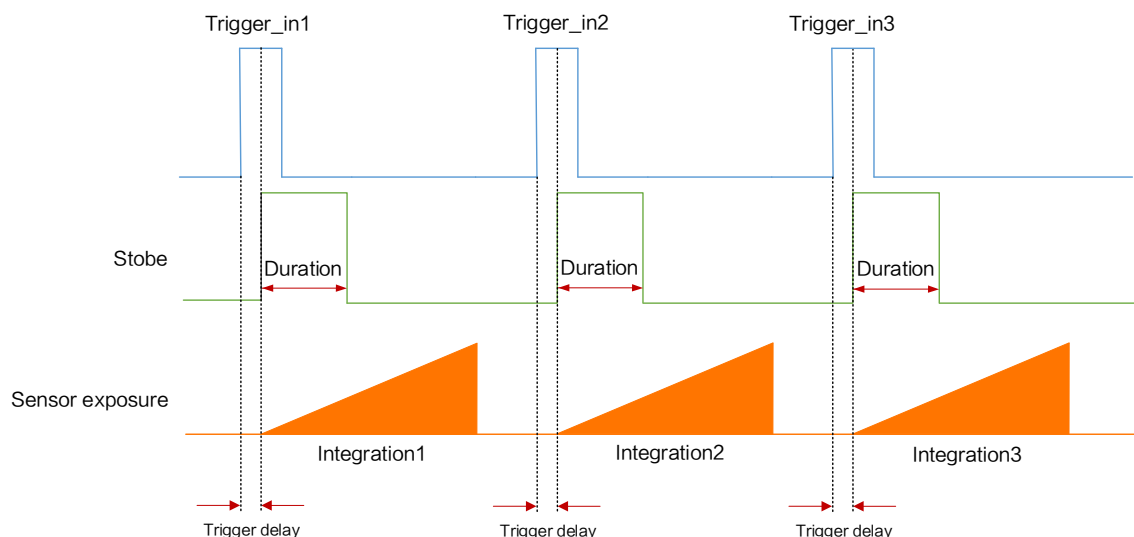

图8-27 Strobe 持续时间时序
- 当 *Strobe Line Duration* 值为非 0 时，Strobe 高电平延续时间等于 *Strobe Line Duration* 值，时序如图 8-27 所示。